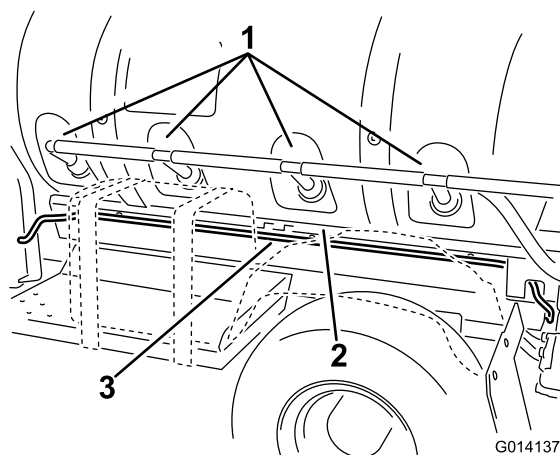

Figura 15
2. Pase el arnés hacia adelante por el patín del depósito, y por debajo de los orificios de agitación hasta la caja de la batería (Figura 15). Utilice tres sujetacables de plástico para sujetar el arnés al bastidor.